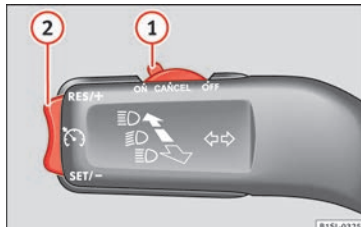

Abb. 34 Schalter und Bedienelemente der GRA.
- GRA einschalten: Schieben Sie den Schalter **» Abb. 34 1** in die Stellung **ON**. Das System ist eingeschaltet. Da noch keine Geschwindigkeit gespeichert ist, erfolgt noch keine Regelung.
- GRA aktivieren: Drücken Sie die Taste **» Abb. 34 2** im Bereich **SET/-**. Die aktuelle Geschwindigkeit wird gespeichert und geregelt.
- GRA vorübergehend abschalten: Schieben Sie den Schalter **» Abb. 34 1** bis **CANCEL** oder treten Sie auf die Bremse. Regelung wird vorübergehend abgeschaltet.
- GRA wieder einschalten: Drücken Sie die Taste **» Abb. 34 2** in **RES/+**. Die gespeicherte Geschwindigkeit wird erneut gespeichert und eingestellt.
- GRA abschalten: Schalter **» Abb. 34 1** auf **OFF** schieben. Das System wird abgeschaltet und die gespeicherte Geschwindigkeit gelöscht.